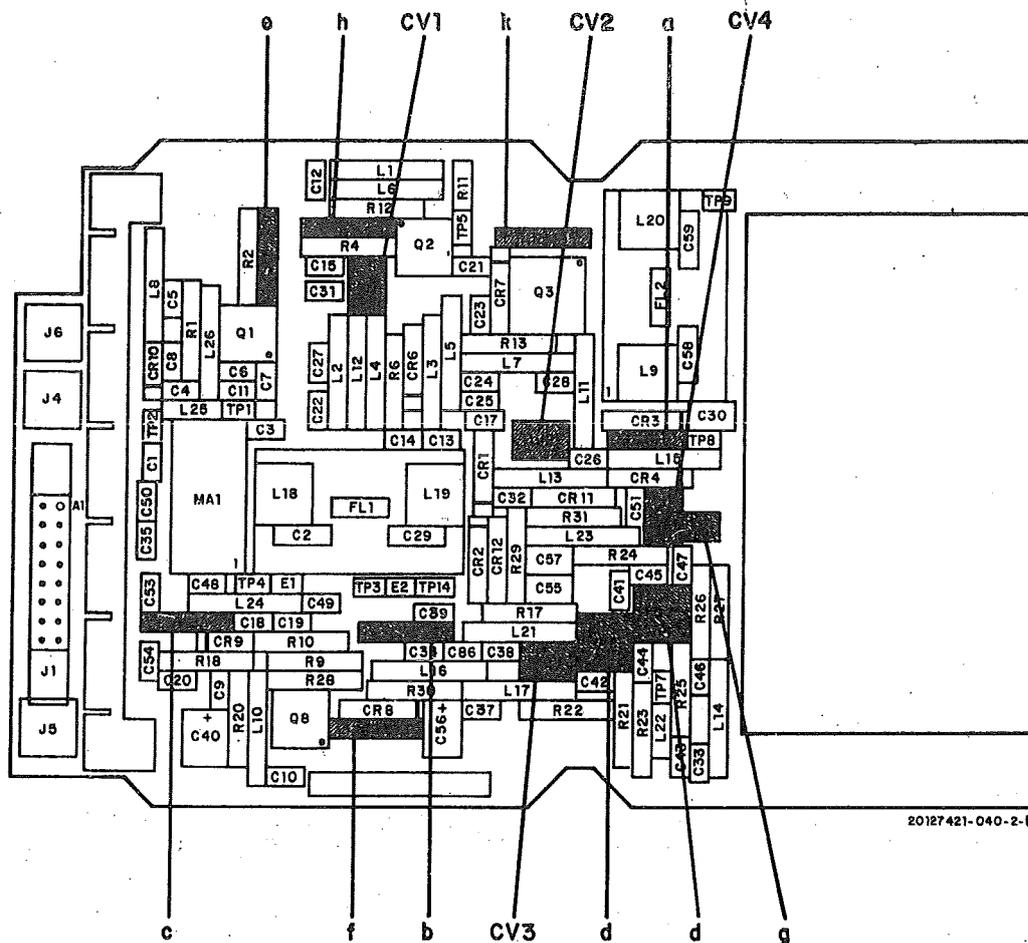

Figure 4 – Carte FI 102,512 MHz
- plan d'implantation de la carte « F1 102,512 MHz » (fig. 4)
- Sur la carte « FI 102, 512 MHz » (figure 4) mesurer les tensions aux points suivants :
- Sur la carte « FI 102,512 MHz » (figure 4) mesurer les tensions aux points suivants :
- Ajuster le condensateur CV1 (fig. 4) pour obtenir un maximum de déviation sur le millivoltmètre HF.